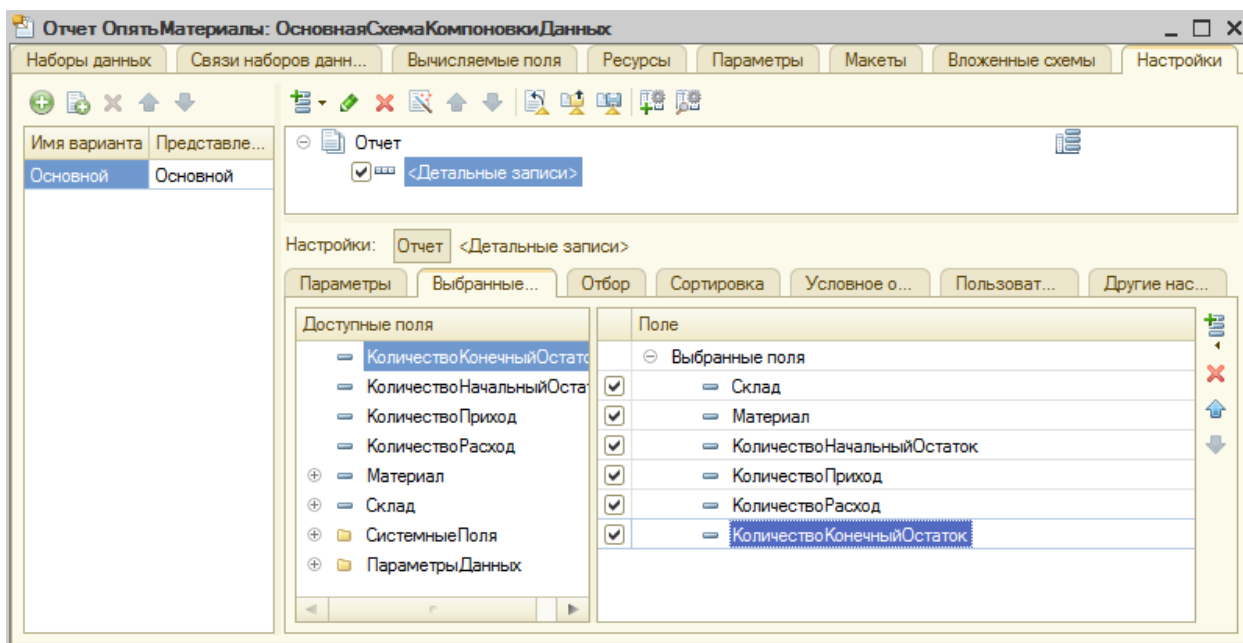

Рисунок 62 Вкладка **Выбранные поля**
8. На вкладке **Выбранные поля** перенесите все шесть доступных полей, используемых в запросе, в том же порядке, как на рис. 62: